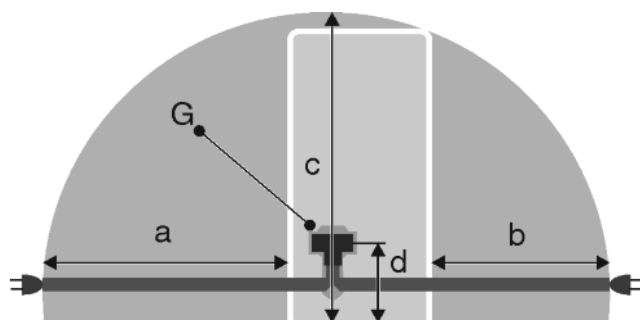

Fig. 52
- De contactdoos bevindt zich buiten het bereik van de achterzijde van het apparaat in het desbetreffende gedeelte Fig. 52 (a, b, c).
- ▶ Breng de apparaatstekker Fig. 52 (G) aan de achterzijde van het apparaat aan. Let op het correct vastklikken.